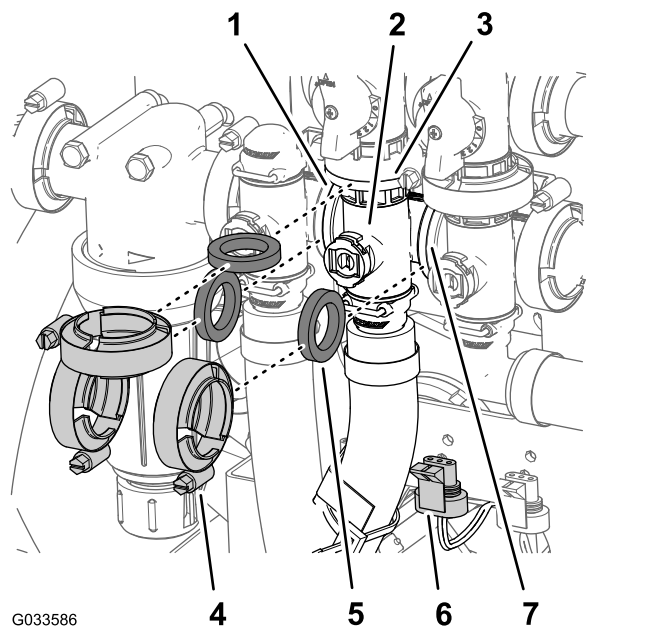

Figura 115
- Demontați 3 cleme cu guler i 3 garnituri care fixează colectorul pentru supapa de agitare (Figura 115) pe supapa de bypass de agitare, supapa de control al ratei i supapa braului principal.